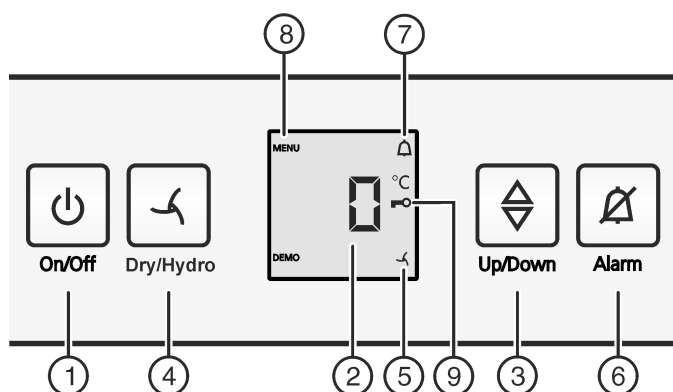

Fig. 2
- ▶ нажмите кнопку On/Off Fig. 2 (1).
- ▶ Активация режима настройки: удерживайте кнопку «Dry/Hydro» Fig. 2 (4) прибл. 6 секунд.
- ▷ Символ меню Fig. 2 (8) горит.
- ▶ Коротко нажмите кнопку Dry/Hydro Fig. 2 (4) для подтверждения. На индикации появляется **cl**:
- ▶ Для включения защиты от детей коротко нажмите кнопку Dry/Hydro Fig. 2 (4).
- ▷ Символ "Защита от детей" Fig. 2 (9) горит. На индикации мигает **c**.
- ▶ Для выключения защиты от детей коротко нажмите кнопку Dry/Hydro Fig. 2 (4).
- ▷ Символ защиты от детей Fig. 2 (9) гаснет. На индикации мигает с.
- ▶ Выход из режима настройки: Нажать кнопку "On/Off" Fig. 2 (1).
- ▶ Нажмите кнопку Alarm Fig. 2 (6).